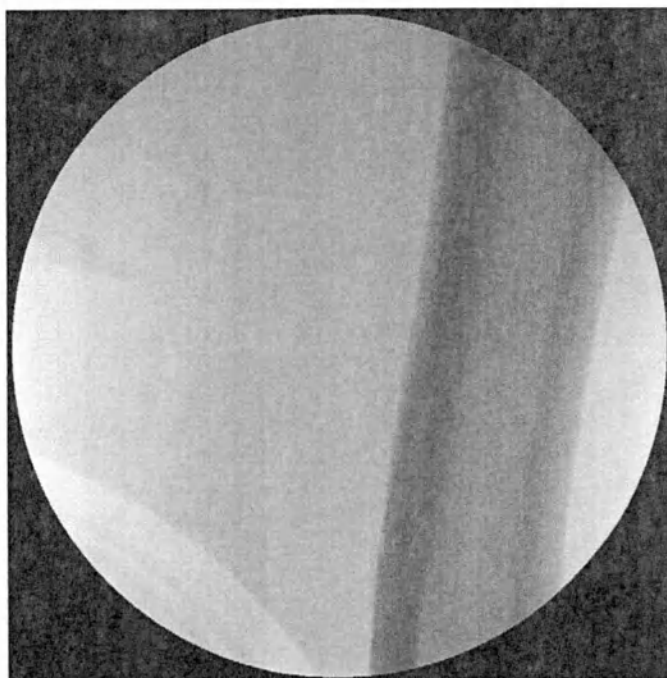

Рис.31
4) После выбора условий съёмки для использования функции ангиографии активировать функцию DSA и далее произвести экспозицию с последующим получением рентгеновского изображения на рисунке маски. Рис.31